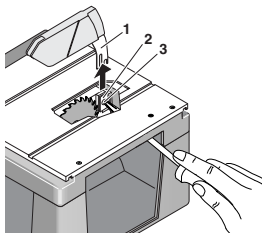

Fig. 1
1. Entfernen Sie die Sägeblattabdeckung Ihrer FKS/E (siehe auch Fig. 1)
1. Dismantle the saw blade cover of your FKS/E (see also fig. 1).
1. Retirez le recouvrement de la fraise de votre FKS/E (voir aussi fig. 1).
1. Togliere il coperchio lama della FKS/E (vedi anche fig. 1)